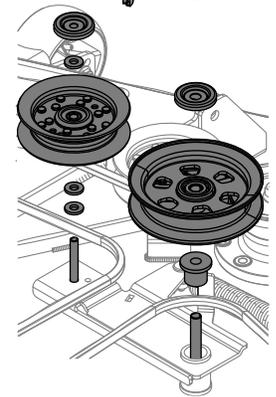

Figura 48
4. Extraiga las dos poleas locas quitando las tuercas de seguridad con reborde que están arriba de los conjuntos, y luego quitando los conjuntos del brazo secundario libre. Consulte la Figura 48.